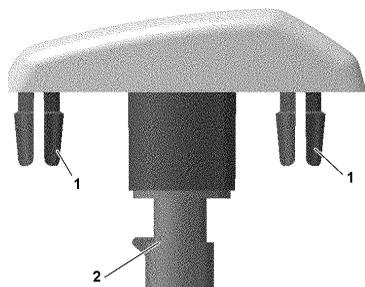

Рис. 9.44. Боковой указатель поворота:
**Боковые указатели поворота на UAZ CARGO** установлены сбоку на передних крыльях. Для замены лампы указателя поворота сожмите фиксаторы 1 (рис. 9.44) и снимите указатели поворота с автомобиля, затем выньте патрон 2 с лампой.